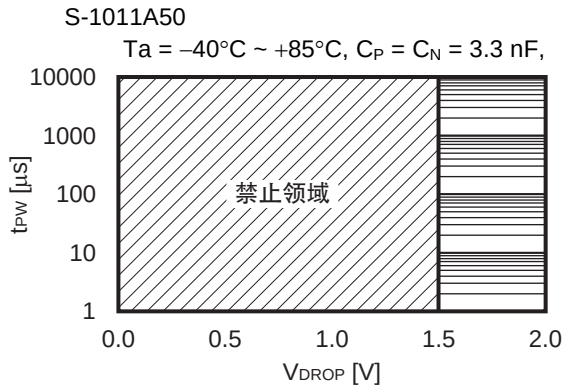
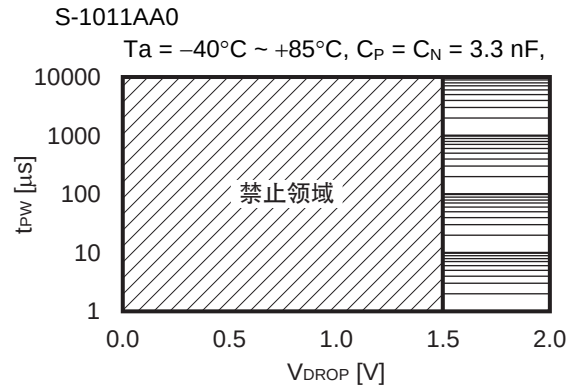

图40
图41
解除延迟时间中, V_{DD} 端子 (V_{DD} 检测产品) 瞬间下降到检测电压 ($-V_{DET}$) 以下,然后再次上升到解除电压 ($+V_{DET}$) 以上时,在经过正常的解除延迟时间后输出解除信号的脉冲幅度 (t_{PW}) 与 V_{DD} 下限值 (V_{DROP}) 之间的关系如图40、图41所示。
- 注意 1. 图40、图41表示正常的解除延迟时间经过后输出解除信号的输入电压条件。变为禁止领域后,在延迟时间结束前可能会被误解除。
2. 解除延迟时间中 V_{DD} 端子电压变为如图40、图41所示的禁止领域时,请先向 V_{DD} 端子输入0 V,然后再次启动S-1011系列。